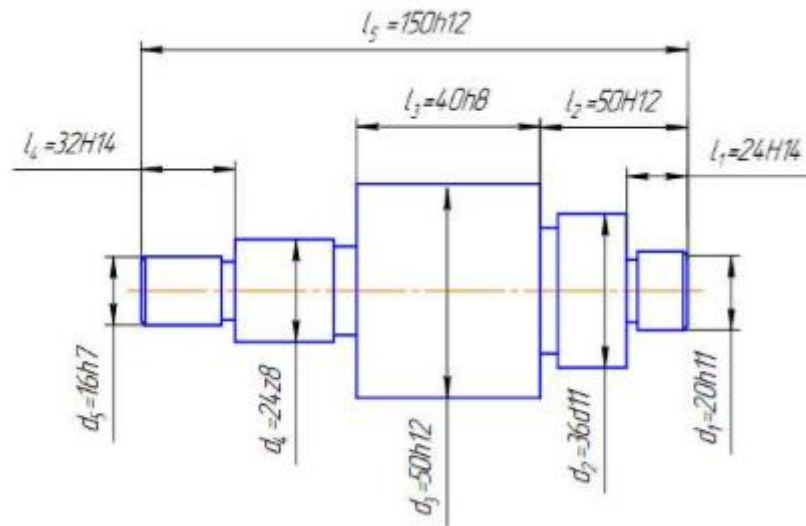

Рис. 1.5. Рабочий чертеж деталей
1.3.1. Выполнить эскиз детали согласно рабочему чертежу (рис. 1.5).